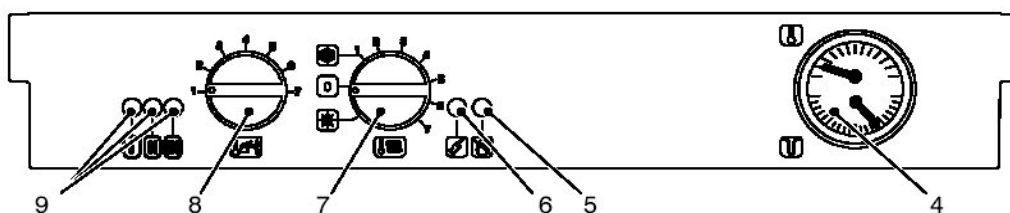

Fig. 1.3
Three lights (1.2 in Fig. 1.3) give detailed indication regarding the operation of the boiler.
Trzy lampki (9 rys. 1.3) przekazują szczegółowe informacje o pracy kotła. Poniższa tabela przedstawia znaczenie każdej możliwej kombinacji świetlnej.
2. Turn on the electricity supply to the boiler, switching on the fused spur isolation switch. The appliance operation light 1.2 (Fig. 1.3) will flash every 4 seconds (stand-by condition).
2. Włączyć zasilanie elektryczne kotła bezpiecznikowym wyłącznikiem zasilania. Lampka kontrolna stanu pracy urządzenia 9 (rys. 1.3) będzie migać co 4 sekundy (stan oczekiwania).